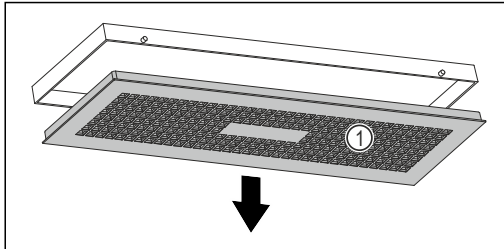

Fig. 112
- ▶ Повільно прокрутите водяну камеру донизу, міцно утримуючи кришку Fig. 112 (1).
- ▶ Зніміть кришку Fig. 112 (1).